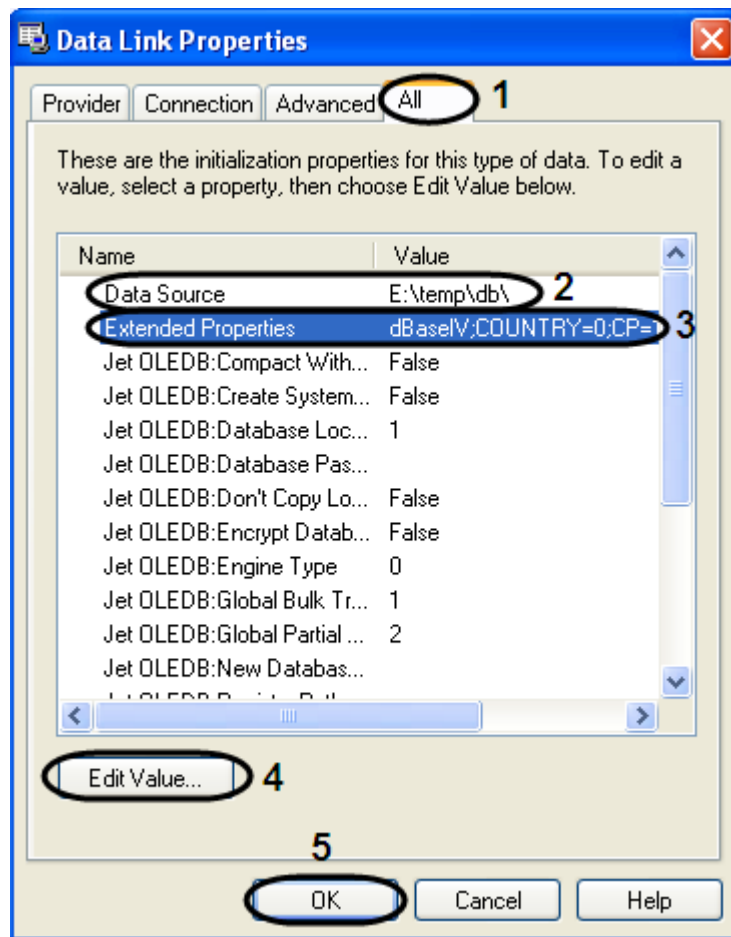

Fig. 9.3—6 All tab
- 10.5. In the value range «Extended Properties» state «dBase IV;COUNTRY=0;CP=1252;LANGID=0x0409» (Fig. 9.3—6, 3).